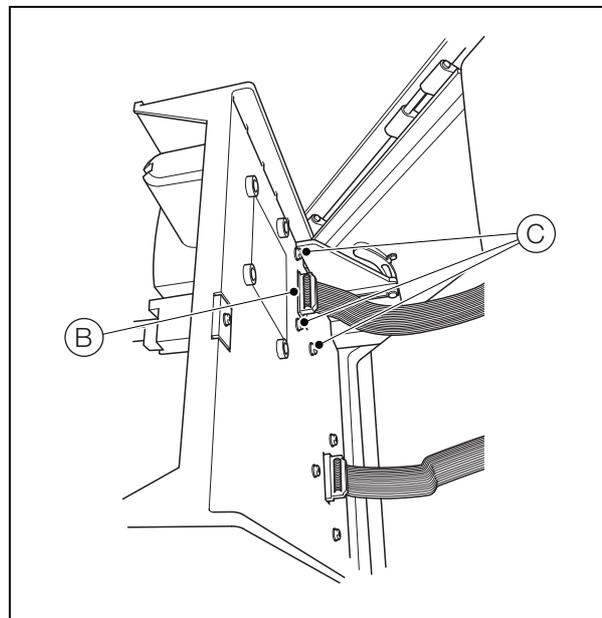

Fig. 13.9 Desmontaje del conjunto de célula de medida
2. Con referencia a Fig. 13.9:
- a. Desconecte el cable de cinta de la célula de medida (B) del conector en la parte posterior de la célula de medida.
- b. Quite los cuatro tornillos M4 (C) y desmonte el conjunto de célula de medida.
14. Con referencia a Fig. 13.9:
- a. Coloque el conjunto de célula de medida en la placa posterior de la sección analítica y fíjelo con los cuatro tornillos M4 (C).
- b. Vuelva a conectar el cable cinta de la célula de medida (B).